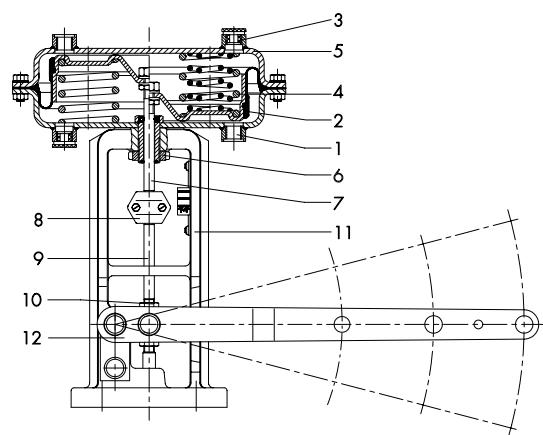

Fig. 3 · Vue en coupe du servomoteur type 204-1
Fonctionnement (fig. 3)
La position de montage des ressorts et du raccord de pression de commande détermine le sens d'action de la tige motrice (7) (fig. 3) :